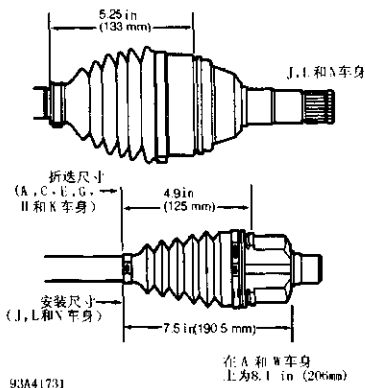

图3-7 测量内侧等速万向节保护罩长度
③测量保护罩的长度(图3-7)。保证其长度在夹紧保护罩前满足规范。按需要将等速万向节壳移入或移出。当长度在规定范围内后, 将卡箍固定在保护罩上。用保护罩卡箍安装工具(J-35910)和力矩扳手安装保护罩卡箍。
①将保护罩与小卡箍装到半轴上。确认内座圈带挡圈的一侧朝向半轴。用保护罩卡箍安装工具(J-35910)和力矩扳手,拧紧保护罩小卡箍到100lbf·ft(136N·m)。
②用维修工具包中的一半润滑油脂涂抹等速万向节。其余润滑油脂均匀地涂在保护罩内。在等速万向节内安装新挡圈。将万向节总成滑到半轴上。保证挡圈在半轴的槽内正确入位。将保护罩大端放置壳体上,并安装保护罩卡箍。保证保护罩唇位于万向节外座圈槽内。保护罩不得有麻点、拉伸或变形。必要时,在保护罩与万向节之间用一较细的钝头工具(无锐边)使保护罩内的压力均等。保证保护罩长度正确,取出钝头工具(图3-7)。
③用保护罩卡箍安装工具(J-35910)和力矩扳